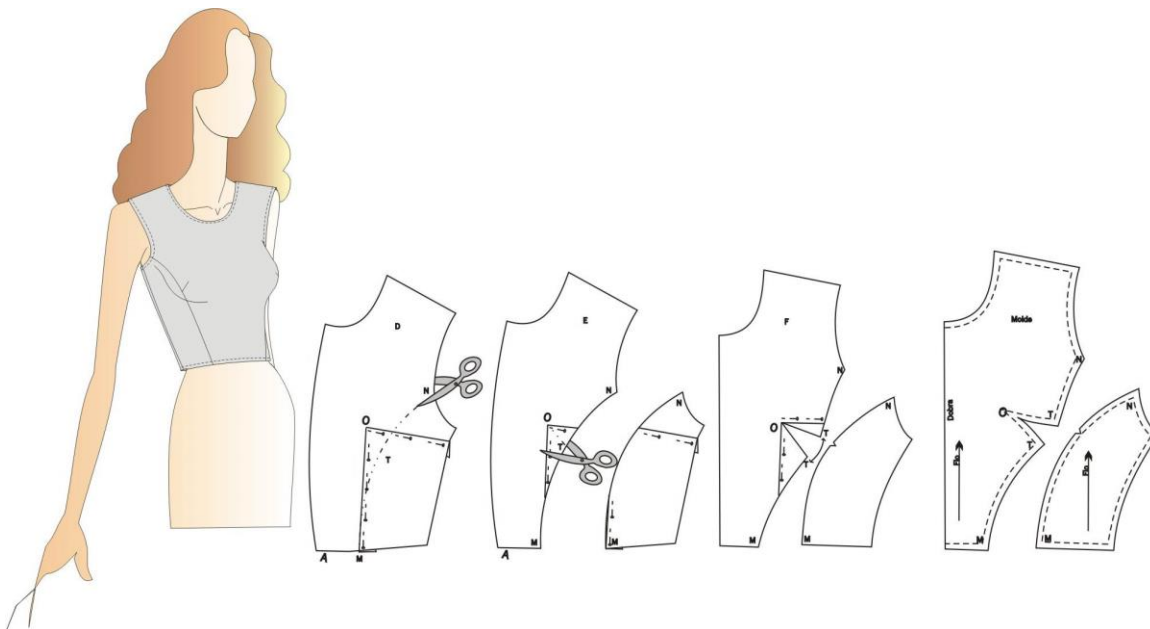

Figura 20 - Recorte Lateral
2. Desenhar o recorte do modelo de acordo com a figura 20. Primeiramente, fechar com cuidado as pences primitivas do molde, com fita *durex* formando o bojo. No molde assim trabalhado, traçar a direção do recorte **M – N**, passando por cima das pences fechadas como mostra o desenho **D**;